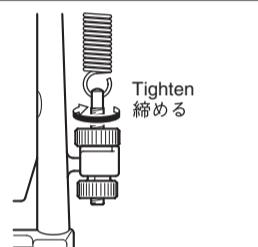

Fig. 3
In order to prevent the spring from loosening while playing, the adjusting nut engages the cap attached to the unit roughly every 1/3 of a turn. Once the desired tension is reached, secure it by tightening the locknut as in Fig. 3.
調整ナット⑦は約1/3回転ごとに本体に取り付けられたキャップにかみ合い、演奏中のスプリングの緩みを防止する構造になっています。好みのテンションが決まつたらロックナットを締めて固定します (Fig. 3)。